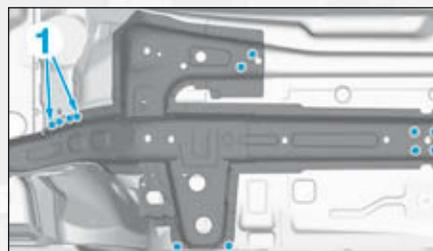

FIG.4
- en (1) sur 2 épaisseurs de tôle les 4 points extérieurs (Fig.4),